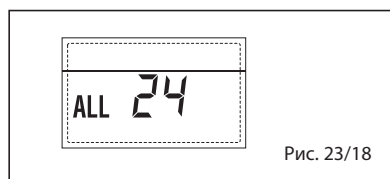

Рис. 23/18
– НЕПОЛАДКА ДАТЧИКА СОЛНЕЧНОГО ВОДОНАГРЕВАТЕЛЯ (S2) “ТРЕВ 25” (рис. 23/19)